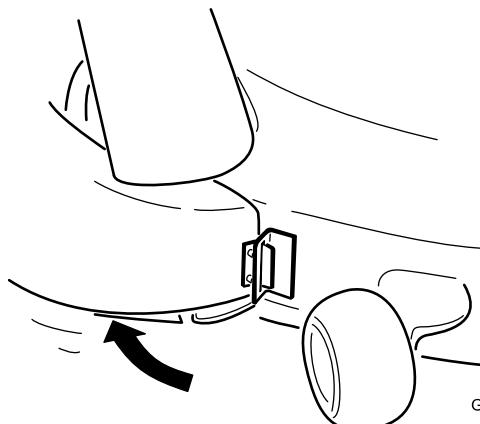

Bild 25
- Drehen Sie den Auswurfkanal nach hinten zum Mähwerk, sodass der Auswurfkanal mit dem Mähwerkgehäuse bündig ist (Bild 25).